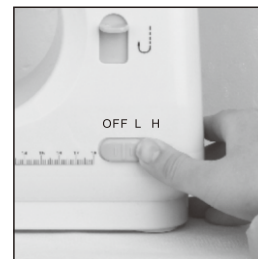

Fig.9
- 4.Deslice el interruptor de alimentación a la posición de baja o alta velocidad, y la máquina comenzará a coser automáticamente.Recomendamos la baja velocidad para principiantes (Fig. 9).